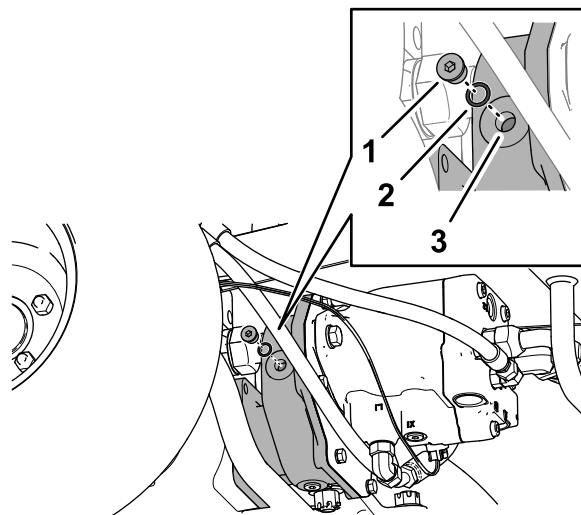

Figura 146
2. Îndepărtați buoul de verificare/umple de pe partea stângă a carcasei reductorului (Figura 146).